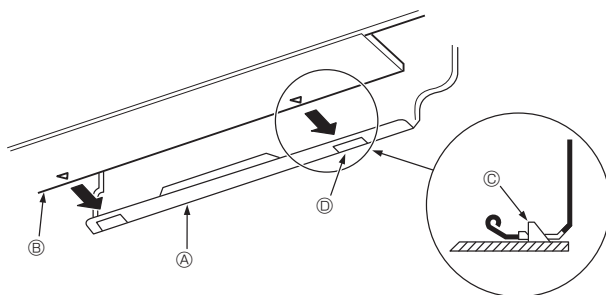

Fig. 3-15
3. Lors de l'insertion du tuyau de réfrigérant et le tuyau d'écoulement dans l'orifice mural d'insertion (manchette de pénétration), accrocher la partie supérieure de l'appareil intérieur sur la planche d'installation ①.
5. Fixer en poussant la partie inférieure de l'appareil intérieur sur la planche d'installation ①. (Fig. 3-15)
- \* Vérifier que les boutons en bas de l'appareil intérieur sont correctement maintenus sur la planche d'installation ①.
- ① Planche d'installation
- ② Appareil intérieur
- ③ Crochet
- ④ Orifice carré